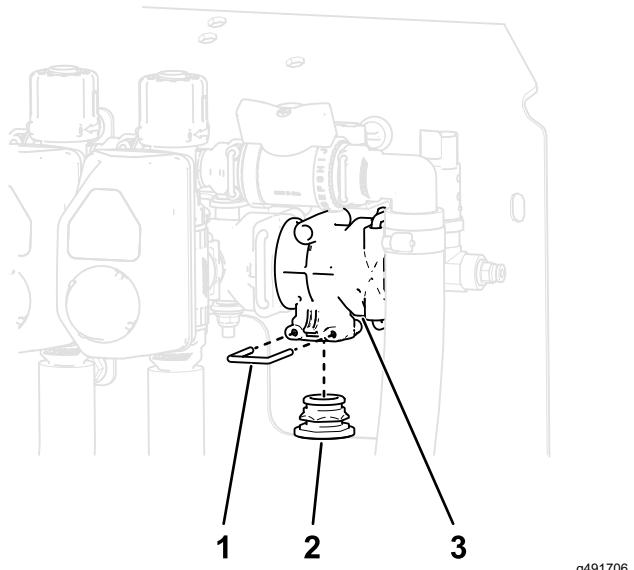

**Bild 26**
3. Befestigen Sie den Flügelgriff und das gerade Anschlussstück am Regelventil (Bild 26).
4. Befestigen Sie das gerade Anschlussstück am Regelventil mit dem Halter, wie in Bild 26 abgebildet.